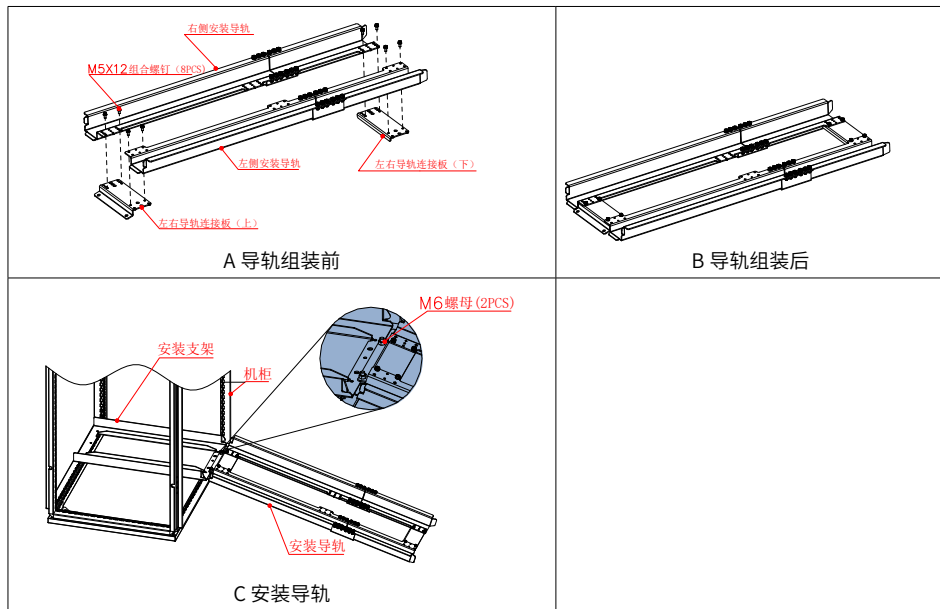
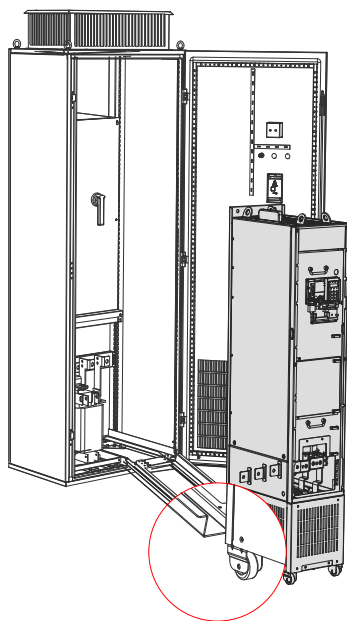

图 3-19 安装导轨机柜内的安装示意图
图 3-20 将变频器脚轮对准安装导轨
- 需要将变频器推入或推出机柜时，务必将变频器脚轮对准导轨后再推入或拉出，为确保安全，必须要求两个人操作，如图 3-19、图 3-20；
5	两个人配合操作，将变频器脚轮对准安装导轨后，缓缓推入机柜（如图 3-19、图 3-20）。安装过程中请使用安装辅助绳，避免变频器在推入 / 拉出过程中发生侧翻。